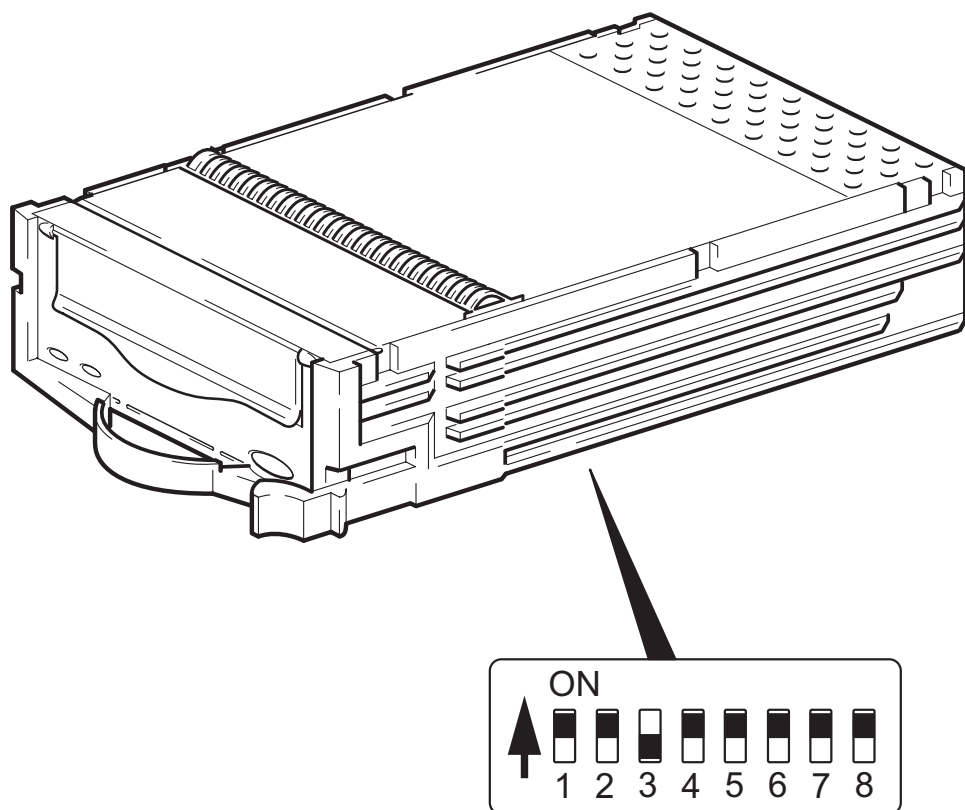

図 2: UNIX コンフィグレーション・スイッチの確認
- 2 UNIX の設定に必要な場合、テープ・ドライブの下側にあるコンフィグレーション・スイッチを、図 2 に示されているデフォルト設定から変更します。